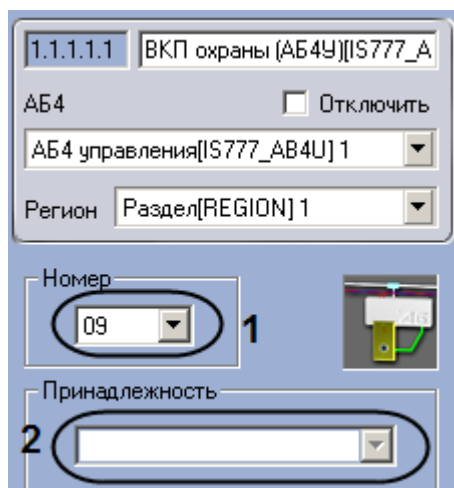

Рис. 3.8—6. Настройка ВКП охраны
2. Из раскрывающегося списка **Номер** выбрать аппаратный адрес ВКП охраны (см. Рис. 3.8—6, 1).
3. Из раскрывающегося списка **Принадлежность** выбрать объект **Зона охраны, Зона охраны и доступа, Зона пожаротушения** или **Зона тревожных кнопок**, к которому относится данная ВКП охраны (см. Рис. 3.8—6, 2).